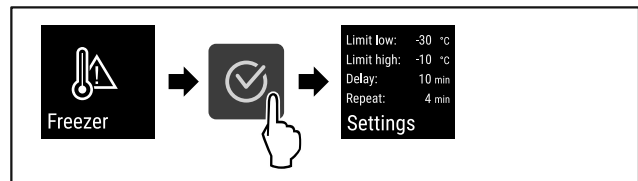

Fig. 103
- ▶ Выполните шаги действия (см. Fig. 103) .